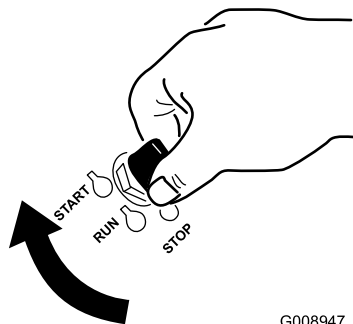

Figura 16
1. Gire la llave de contacto a la posición de ARRANQUE (Figura 16).
5. Gire la llave de contacto a la posición de ARRANQUE (Figura 16) Cuando el motor arranque, suelte la llave.